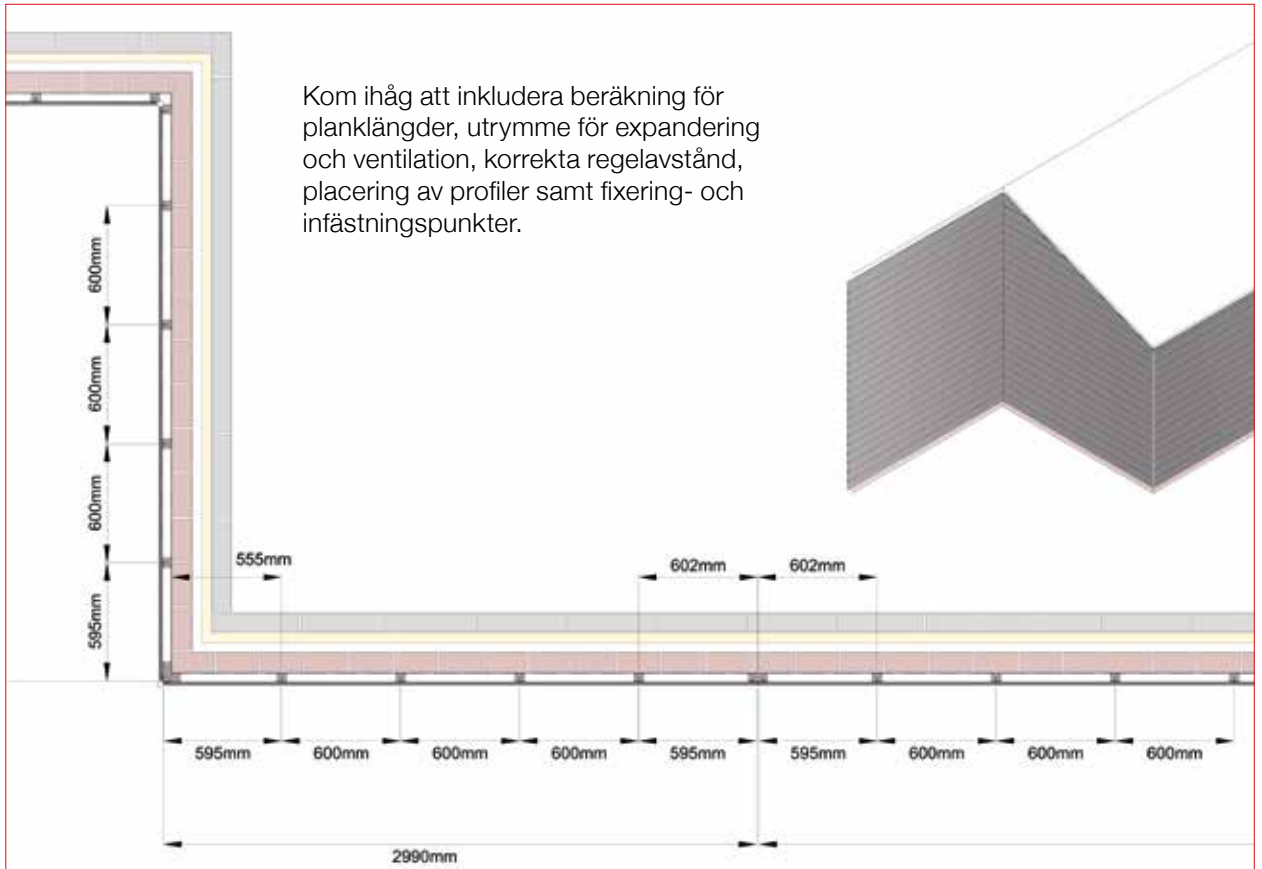

fig. 3 – Exempel på beklädnadsplan
- Plan för beklädnadsdesign (se fig. 3)
- Det är viktigt att skapa en beklädnadsplan i förväg för att säkerställa att regelpositionerna är korrekta för att matcha punkterna där beklädnaden ska fästas (se exempel i fig. 3)